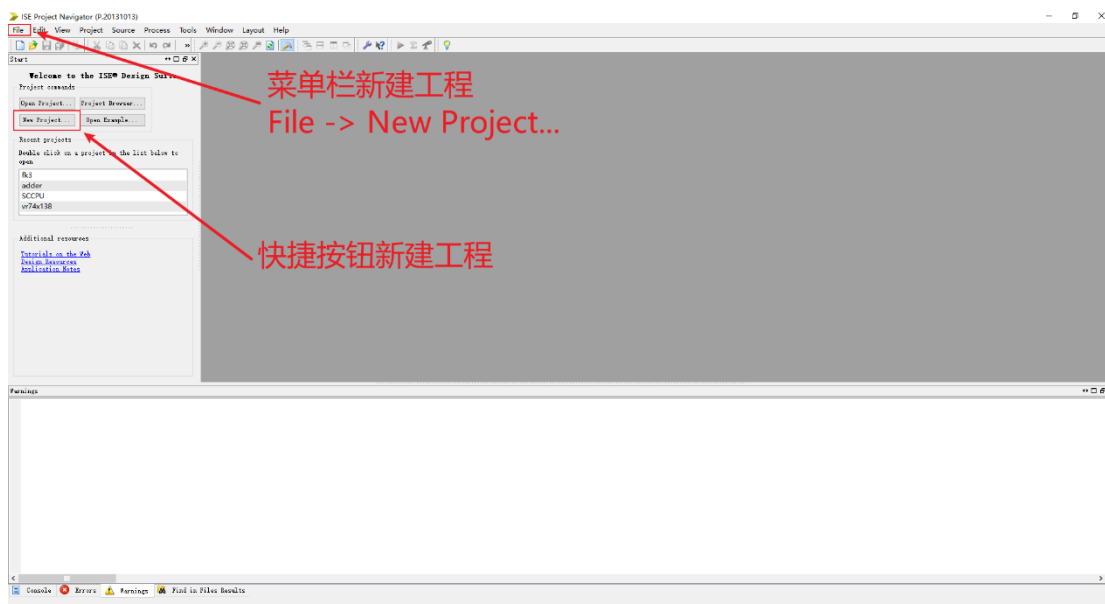

图 2-5 新建工程
1) 开始设计工作首先需要新建一个工程，可在初始界面中点击“New Project”按钮，或在菜单栏当中选择 “File -> New Project...”，如图 2-5 所示。